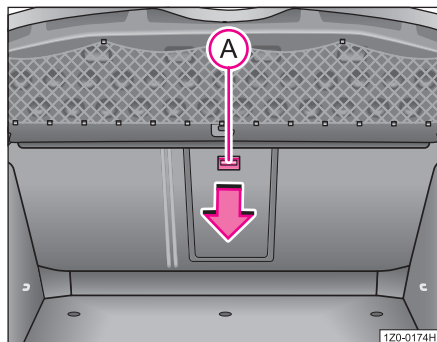

Fig. 112 Maletero:
- Empuje la tecla de desbloqueo (A) hacia abajo ⇒ fig. 112 y abata la tapa (con apoyabrazos) hacia delante.
- Abata la tapa y el apoyabrazos hacia arriba hasta el tope - la tapa deberá encastrar de forma audible. Esto lo reconocerá en que, desde el compartimento de pasajeros, ya no se verá la zona roja encima de la tecla de desbloqueo  ⇒ página 121, fig. 112.